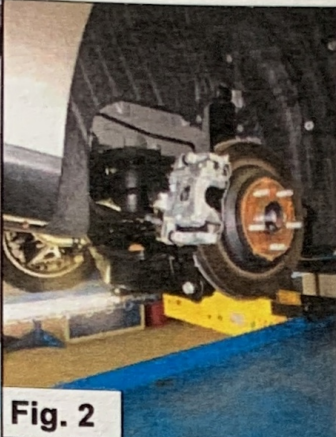

Fig. 2
2. Hef de auto uit de veren en verwijder de achterwielen. Zie Fig. 2.
2. Jack up the car and remove the rear wheels. See Fig. 2.